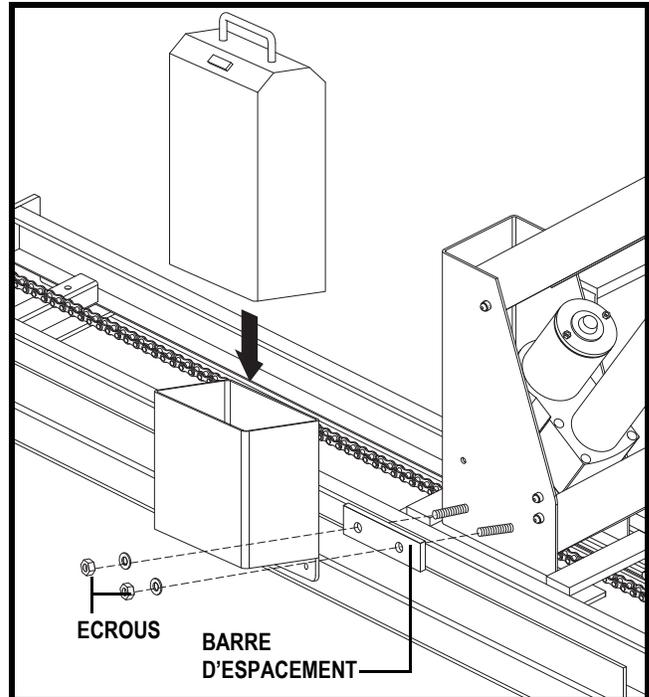

Figure 4. Installation batterie interne (Type I)
1. Retirez les écrous et rondelles du boîtier en surface sur le côté du moteur de l'appareil de levage. **Voir la figure 4.**
3. Installez le boîtier sur les boulons et fixez-le avec les écrous et rondelles que vous avez retiré plutôt. **Voir la figure 4.**